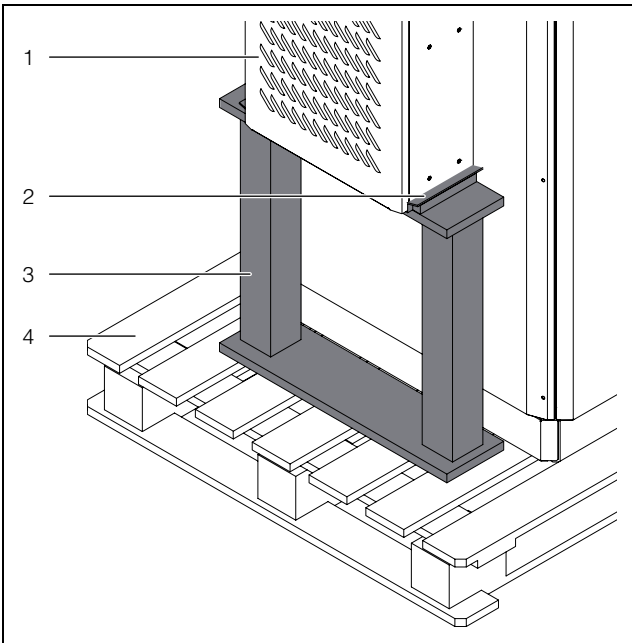
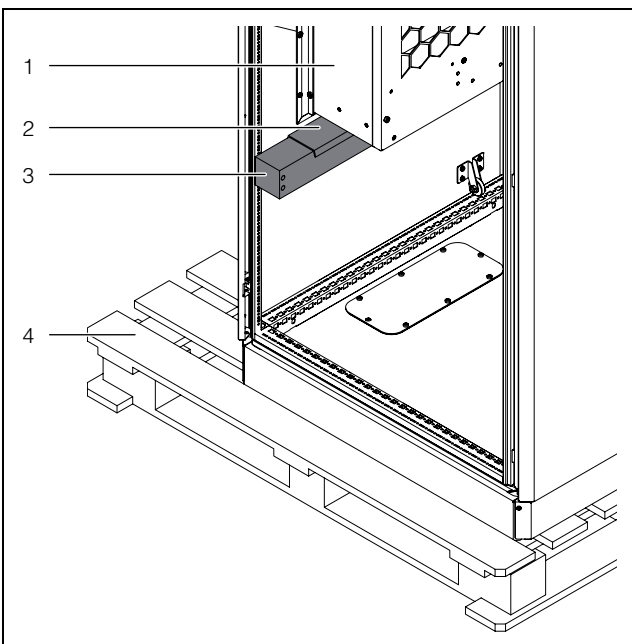

Imagen 4: Montaje de los seguros de transporte
Imagen 5: Montaje interior de los seguros de transporte
- Para el transporte de los equipos instalados en armarios de distribución debe utilizarse elementos de seguridad para el transporte (por ej. un palé de madera – imagen 4 y imagen 5).